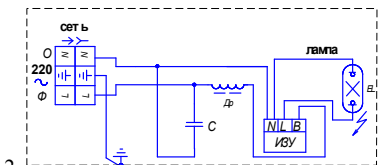

Рис.2
8.1 Подвесить светильник за узел подвеса (1), установить отражатель (2) на скобу корпуса светильника, при этом винт на отражателе вывернуть на ¼, завести отражатель под скобу и закрепить винтом (4); расстегнуть защелки светильника и снять стенку; пропустить кабели через уплотнительные ниппели и подключить к розетке штепсельного разъема (3) согласно схемы (рис.2); установить стенку в исходное положение, вернуть лампу.